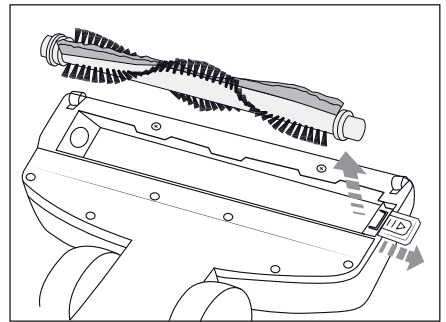

Abb. 7
- 2) Schieben Sie die Verriegelung nach außen und nehmen Sie die Bürstenrolle **15** aus der Bodendüse (Abb. 7).